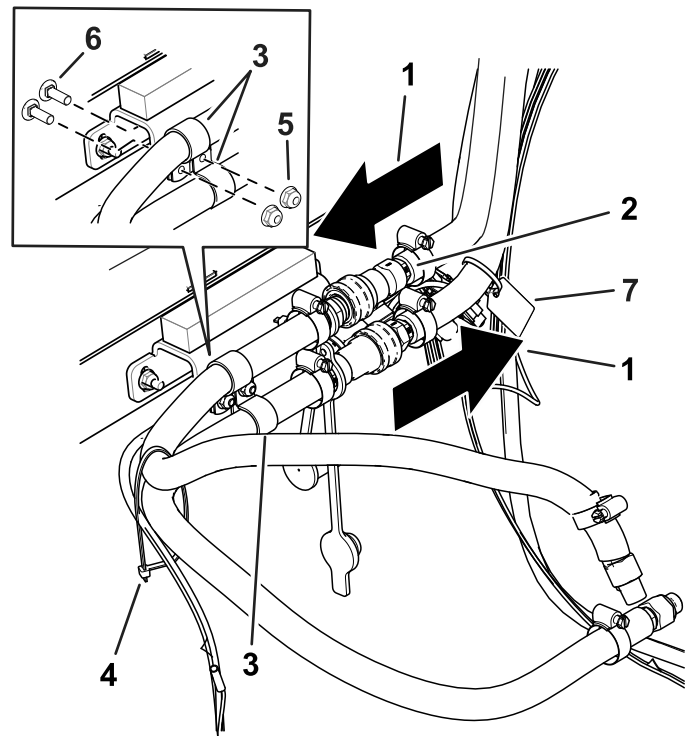

Figure 22
18. Fixez les flexibles au dos de la cabine avec 2 boulons de carrosserie et 2 écrous (Figure 20 et Figure 22).